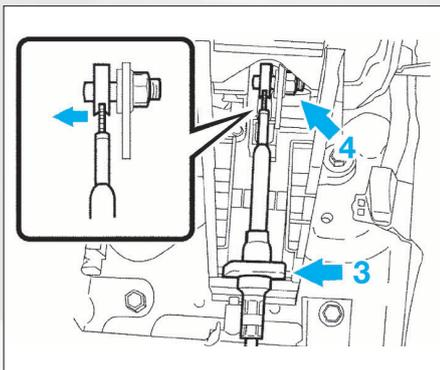

FIG. 22
- **Dans le véhicule**, retirer le clip (3), puis séparer l'ensemble de câble de sélecteur de l'ensemble de levier de changement de vitesses (fig. 22).